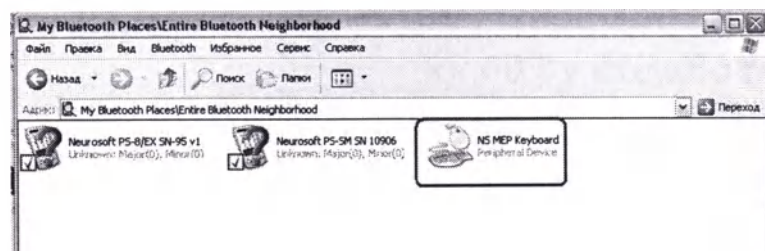

Рис. 17
4. Выберите значок «NS MEP Keyboard» в списке найденных устройств (рис. 17).